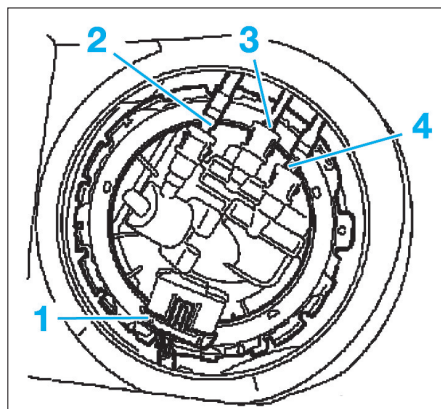

FIG. 23
- le connecteur (1) (Fig.23)
- les conduits de carburant (2), (3) et (4) à l'aide de l'outil [1].
- les conduits de carburant (2), (3) et (4) (Fig.23),
- le connecteur (1).